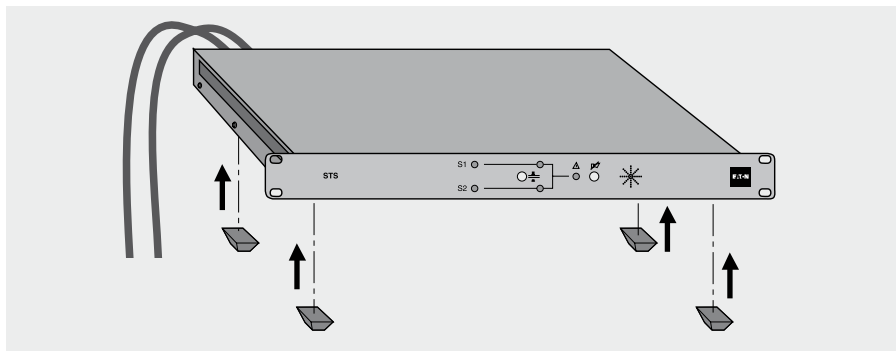

Abb. 5
**STS** wie in Abb. 5 gezeigt mit den 4 selbstklebenden Standfüßen versehen.